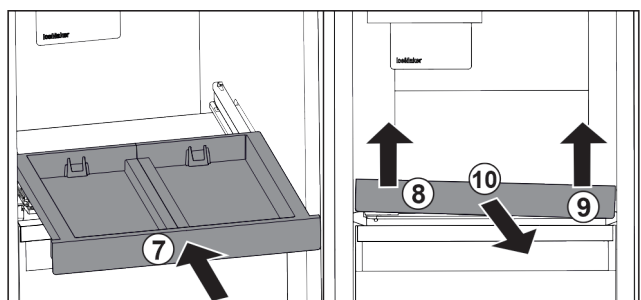

Fig. 106
- ▶ Introducir el estante extraíble. Fig. 106 (7)
- ▶ Levantar el estante extraíble por delante a la izquierda. *Fig. 106 (8)*
- ▶ Levantar el estante extraíble por delante a la derecha. *Fig. 106 (9)*
- ▶ Retirar el estante extraíble hacia delante. *Fig. 106 (10)*